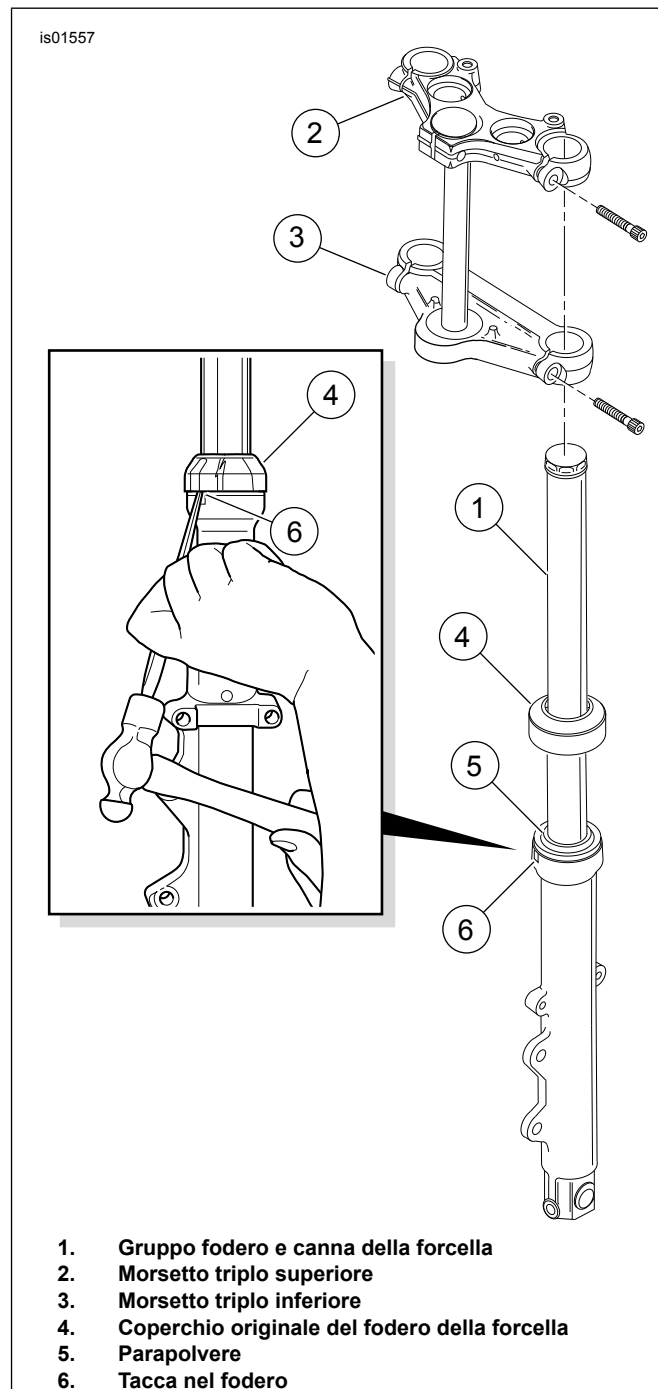
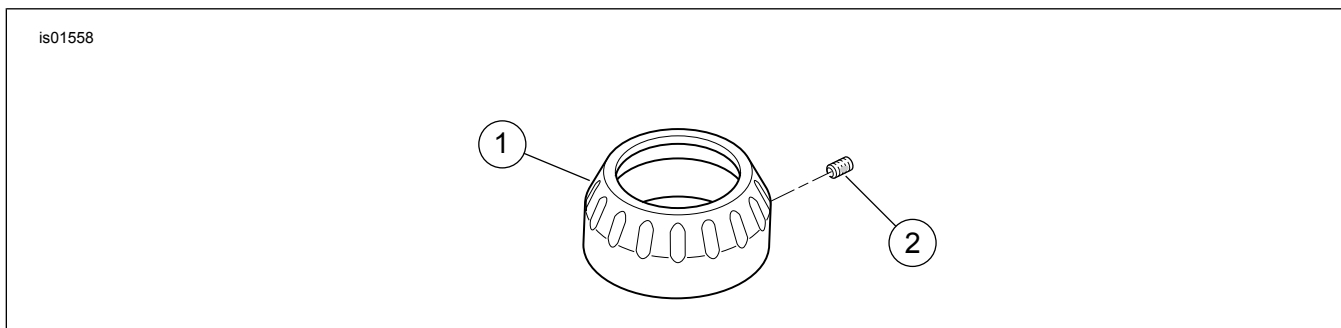

Figura 1. Rimuovere il coperchio del fodero della forcella
Figura 2. Parti di ricambio: kit coperchio del fodero della forcella (scanalato)
Vedere la Figura 2 e la Tabella 1.
1. Vedere la Figura 1 e FORCELLA ANTERIORE: RIMOZIONE nel manuale di manutenzione per rimuovere la canna della forcella anteriore ed il fodero (1) dal morsetto triplo superiore (2) ed inferiore (3).
2. Iniziando dalla tacca (6) nel punto posteriore interno del fodero, servirsi di un utensile a lama piatta per sollevare delicatamente, facendo leva, il coperchio da uno dei foderi della forcella esistenti (4) e farlo scorrere verso l'alto fino ad estrarlo dalla canna della forcella.
3. Vedere la Figura 2. Procurarsi un coperchio scanalato cromato del fodero della forcella (1) e la vite di blocco (2) dal kit. Avvitare parzialmente la vite di blocco nei fori filettati del coperchio.
6. Vedere la Figura 1 e FORCELLA ANTERIORE: INSTALLAZIONE nel manuale di manutenzione per reinstallare il gruppo della canna e del fodero della forcella anteriore sul morsetto triplo superiore ed inferiore.